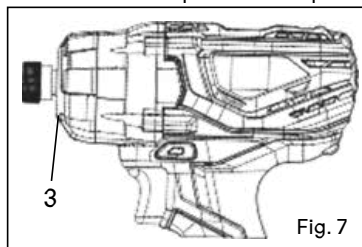

Fig. 7
La lampe de travail à DEL (3) s'allume automatiquement lorsque la gâchette est comprimée (figure 7). Elle s'éteint automatiquement lorsque la gâchette est relâchée.